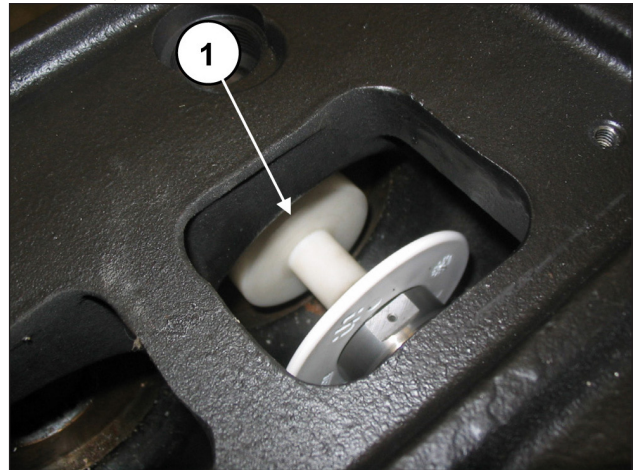

Fig. 153
Girar a mano el eje para desplazar progresivamente los 3 pistones hacia la posición de punto muerto superior e introducir la herramienta tampón cód. 27516600 entre la guía del pistón y el pistón (pos. ①, Fig. 153).